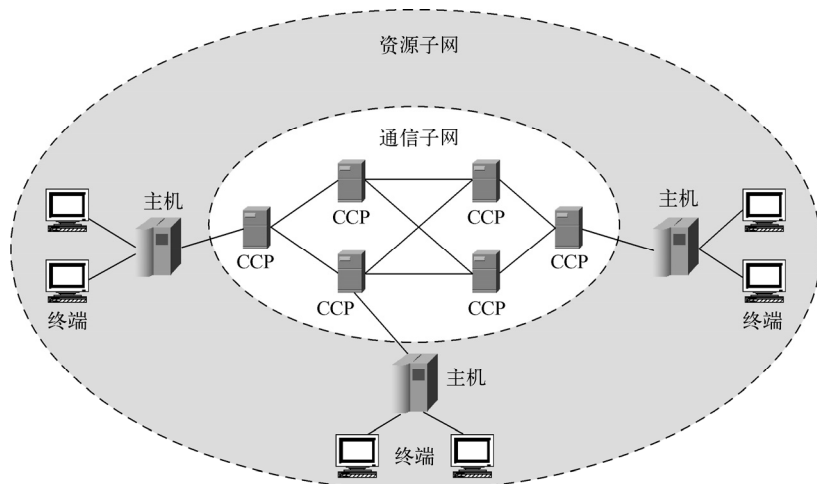

图 7-2 分组交换网
(2) 分组交换网。20 世纪 60 年代中后期，随着计算机拥有量的增加，人们试图将多台计算机连接起来，以实现计算机间的数据传输。1964 年 8 月，巴兰 (Baran) 首先提出了分组交换的概念。1969 年，美国国防部高级研究计划局 (ARPA) 建成了连接 4 台计算机的实验性网络 ARPANET 并投入运行，从此计算机网络进入了一个崭新的发展阶段，标志着现代通信时代的开始。ARPANET 首次引入了通信子网和资源子网的概念，实现了分层结构的网络协议。ARPANET 的试验成功使计算机网络的概念发生了根本变化，由以单个主机为中心的面向终端的计算机网络转变为以通信子网为中心的分组交换网 (见图 7-2)，而主机和终端则处于网络的外围，构成用户资源子网。用户不仅共享通信子网的资源，还可共享资源子网的硬件资源和软件资源。这种以通信子网为中心的计算机网络常称为第二代计算机网络，它的功能比第一代计算机网络扩大了很多。今天著名的全球性网络 Internet 就是在此基础上形成的。